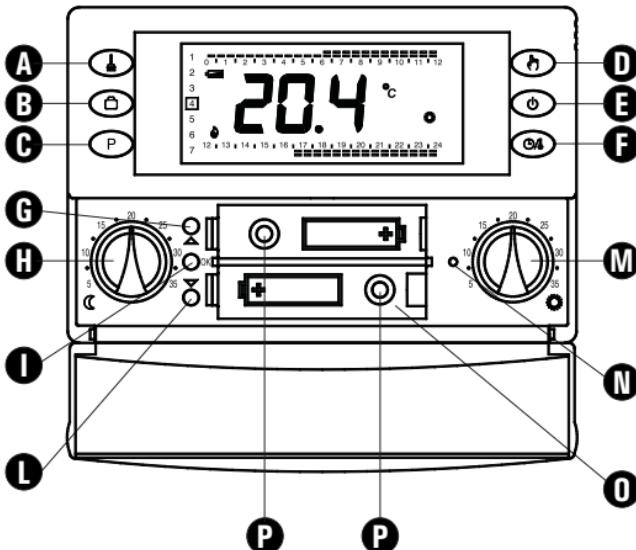

Fig. 4
5. Insérer les batteries dans le logement des batteries (0 de la Fig. 4); voir le paragraphe 'INSERTION/REEMPLACEMENT DES BATTERIES'.
insérer les piles en respectant les polarités indiquées dans le logement respectif (voir le paragraphe ' INSERTION/REEMPLACEMENT DES BATTERIES ') et réaliser l'opération de réinitialisation avec un objet pointu à travers le trou correspondant (N de la Fig. 4). **NE PAS UTILISER DES AIGUILLES OU DES INSTRUMENTS CAPABLES D'ENDOMMAGER IRRÉMÉDIABLEMENT LE CHRONOTHERMOSTAT.**
'OK' : programmation de l'heure et du jour de la semaine courante (I de la Fig. 4) ;
'▲' : avant (G de la Fig. 4) ;
'▼' : arrière (L de la Fig. 4) ;
La température de confort est établie au moyen du bouton '✿' (M de la Fig. 4) tandis que celle de réduction est établie au moyen du bouton '✿' (H de la Fig. 4).